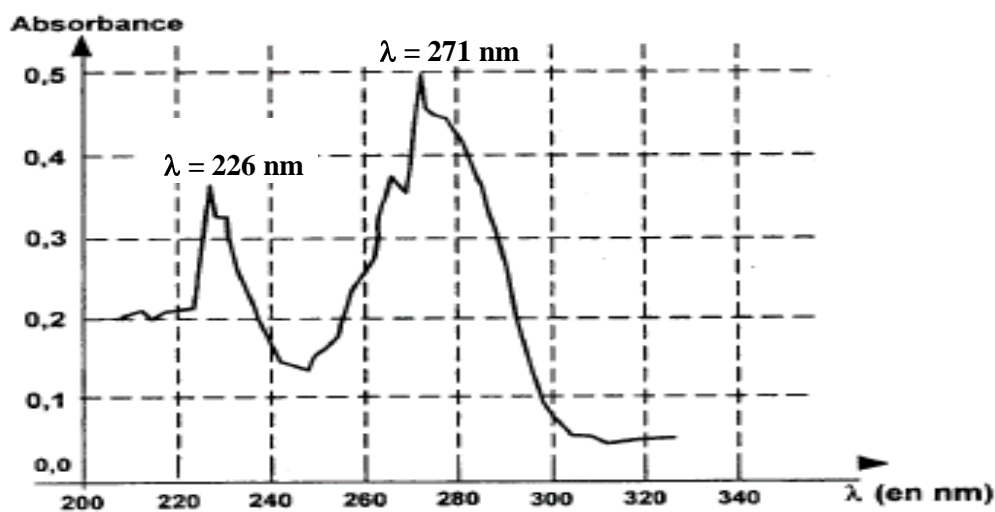

figure 1
3.3. À l'aide de la droite d'étalonnage, trouver quelle est la concentration de la solution qui a servi à faire le spectre d'absorption de la figure 1.
3.2. Sur la figure 1, pour $\lambda = 271 \text{ nm}$ on lit $A = 0,5$.
D'après la figure 1, on constate qu'une solution de concentration donnée en caféine absorbe moins la lumière dont $\lambda = 228 \text{ nm}$ que celle dont $\lambda = 271 \text{ nm}$. Donc $k_{228} < k_{271}$